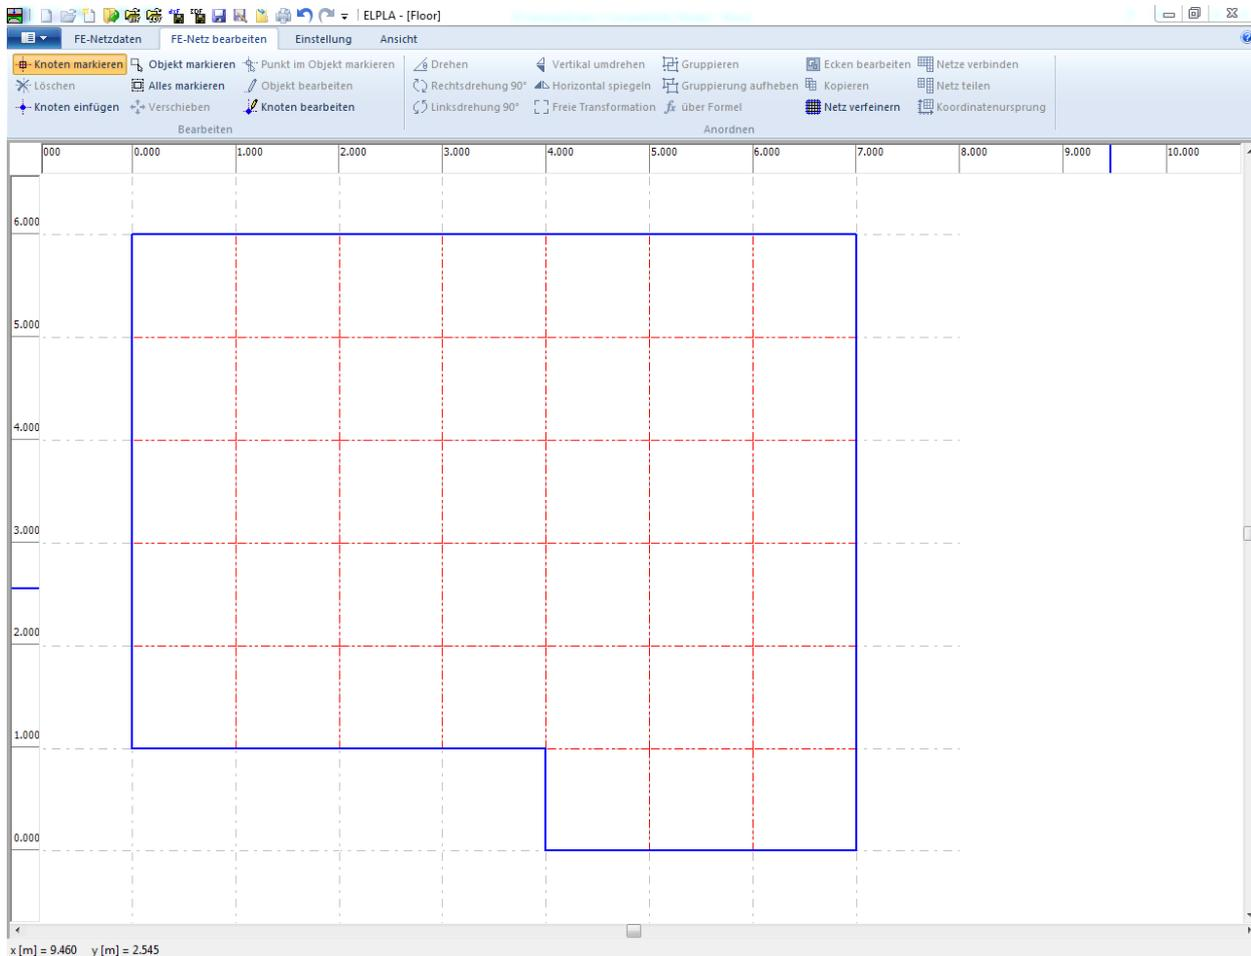

Bild 2.12 Endgültiges FE-Netz nach dem Entfernen der unnötigen Knoten
Um die markierten Knoten zu entfernen, wählen Sie den Befehl "Löschen" aus dem "FE-Netz"-Menü. Die Reaktion auf diesen Befehl wird im Bild 2.12 gezeigt. Um den graphischen Modus zu verlassen, drücken Sie die "Esc"-Taste.
- Wählen Sie den Befehl "Speichern" aus dem "Datei"-Menü (Bild 2.12), um die FE-Netzdaten zu speichern
- Wählen Sie "Schließen" aus dem "Datei"-Menü (Bild 2.12), um das Fenster "FE-Netzdaten" zu schließen und zum Hauptfenster des Programms *ELPLA* zurückzukehren